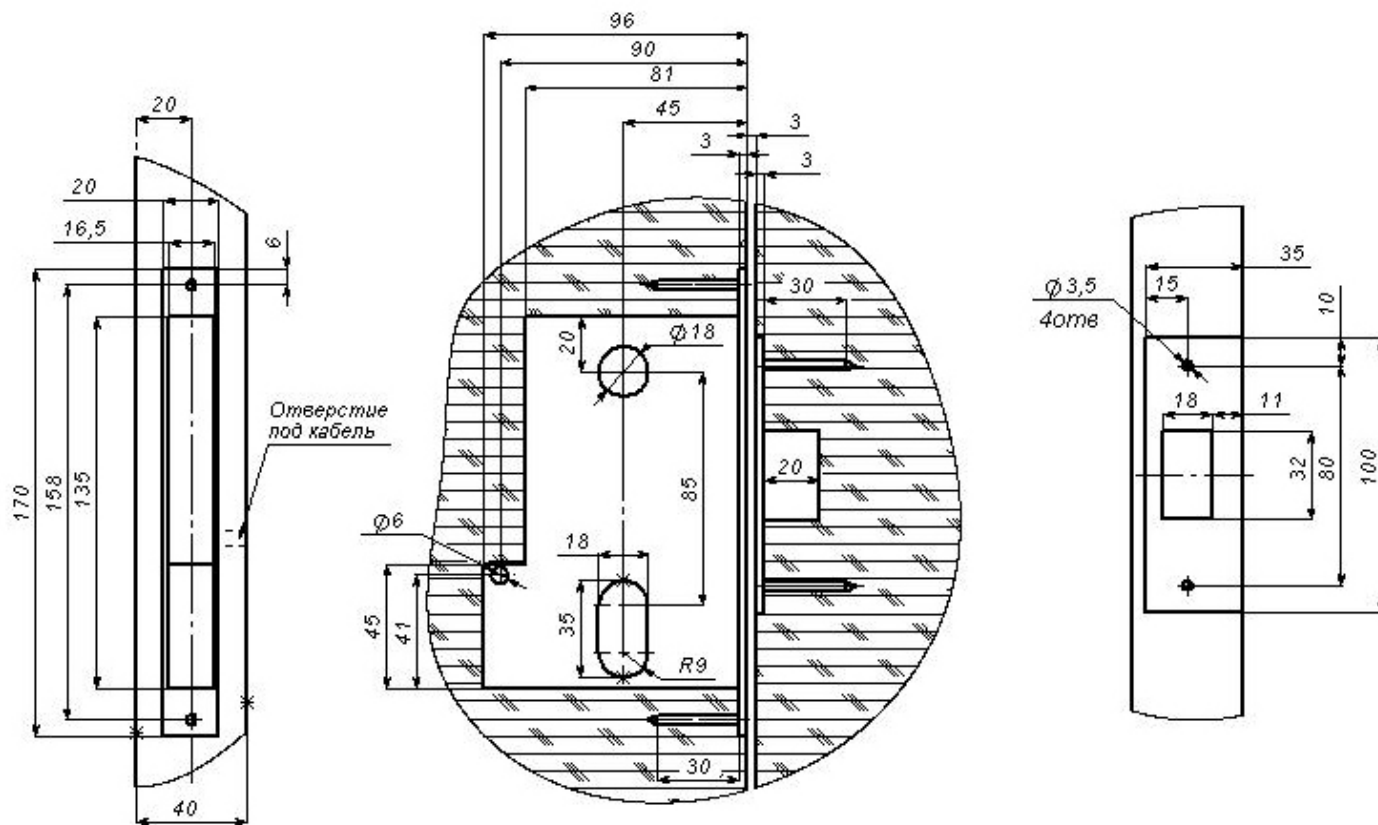

Рис.3 Разделка отверстий под замок
1) Выполните в двери разделку в соответствии с разметкой (размеры - на рис.3);
- выполните выборку установочного паза в дверной коробке в соответствии с разметкой по рис.3;
запорной планки (рис.3) должен быть расположен строго симметрично относительно поперечного сечения ригеля замка;